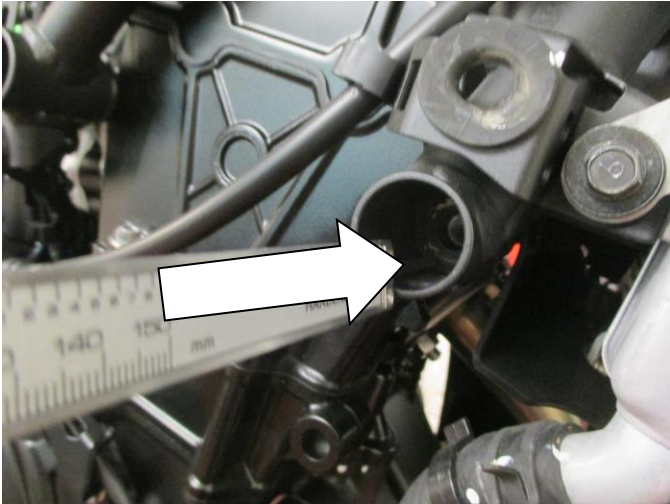

Abbildung 1
- Wenn der Motor ordnungsgemäß gestützt ist, entfernen Sie die Motorschraube, die in Abbildung 1 mit einem Pfeil gekennzeichnet ist, an der rechten Seite des Rahmens.